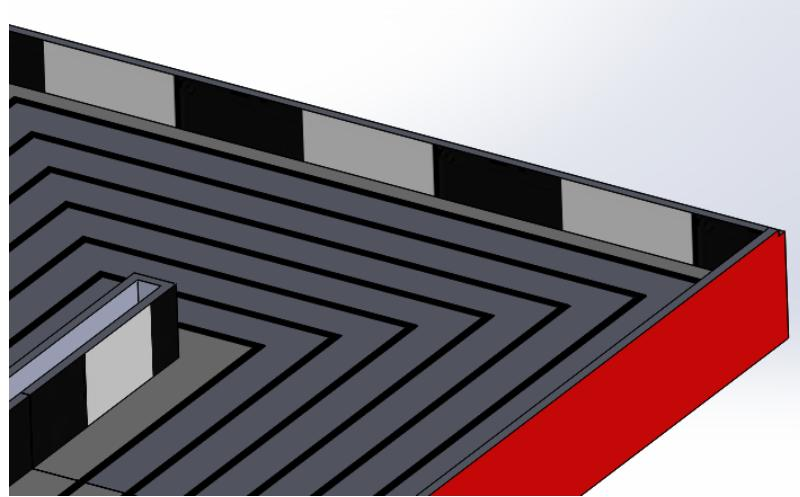

Рисунок 3 – Ширина траси та висота бортів.
- борти білого кольору розташовані на краях траси, висота борта 100...135мм (рис.3)